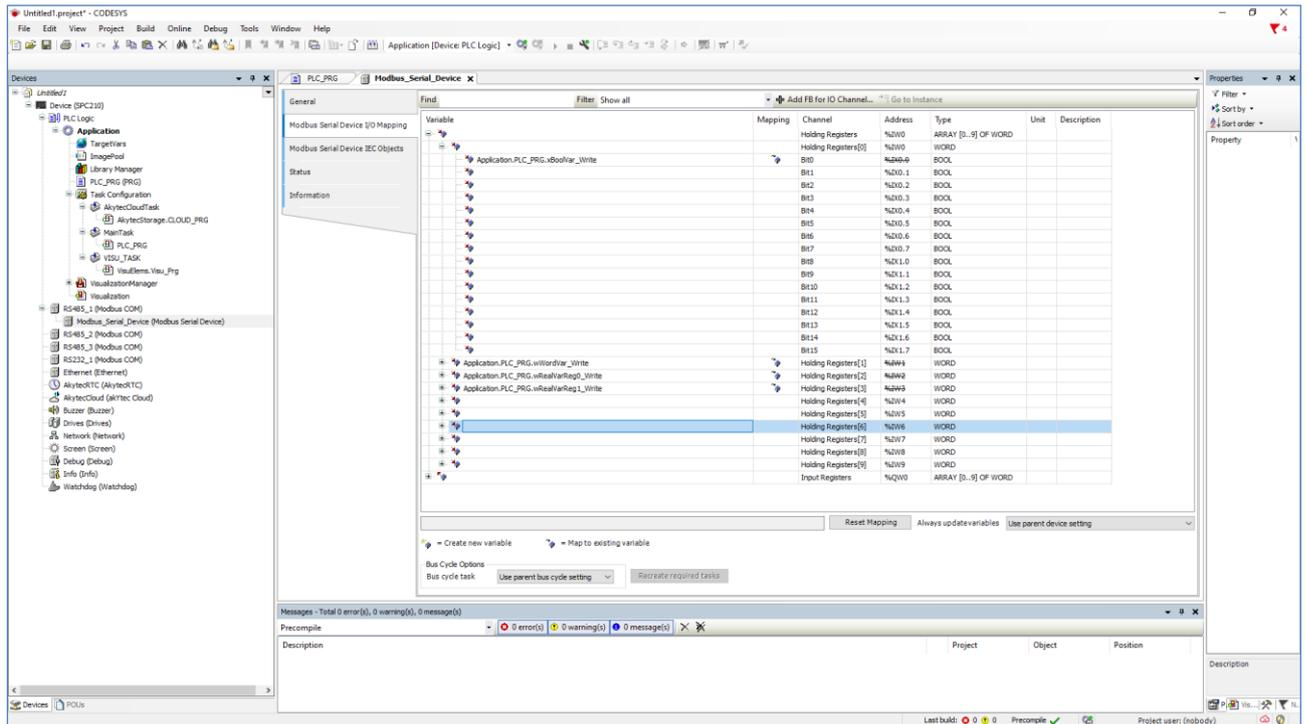

Abb. 15.8
1.8. Auf der Registerkarte I/O Mapping binden Sie die Variablen an Slave-Register (Abb. 15.8).